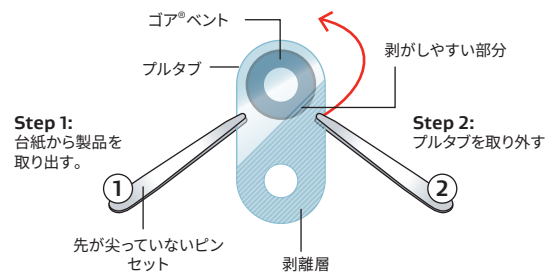

図9: プルタブ(剥離層付き)
- プルタブの裏面に剥離層がある場合は、本体より少し外側の剥離層の部分から、プルタブを剥がすようにしてください(図9)。